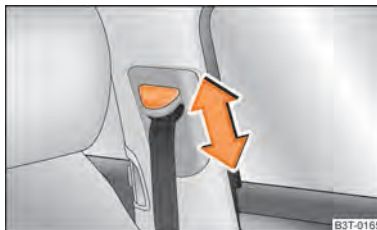

Abb. 142 Vordersitz: Gurthöheneinstellung
- Schieben Sie den Umlenkbeschlag in die gewünschte Richtung nach oben oder unten ⇒ Abb. 142.